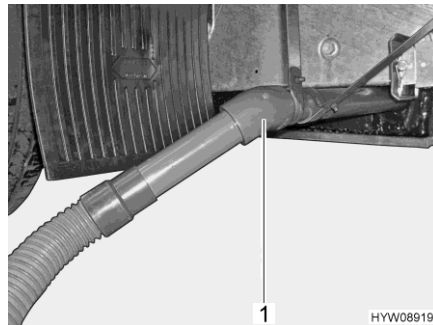

Fig. 106 Tubo de salida con manguera de aguas residuales
- Insertar la manguera de aguas residuales en el tubo de salida (Fig. 106,1).